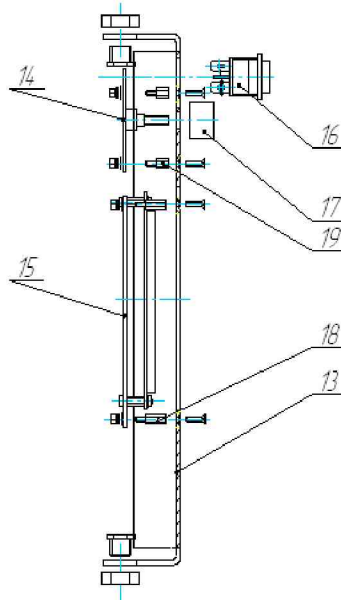
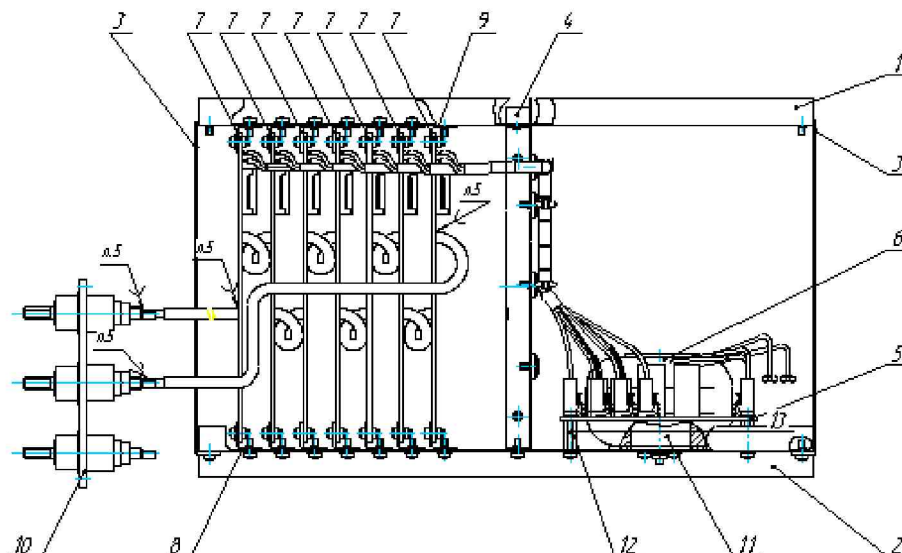
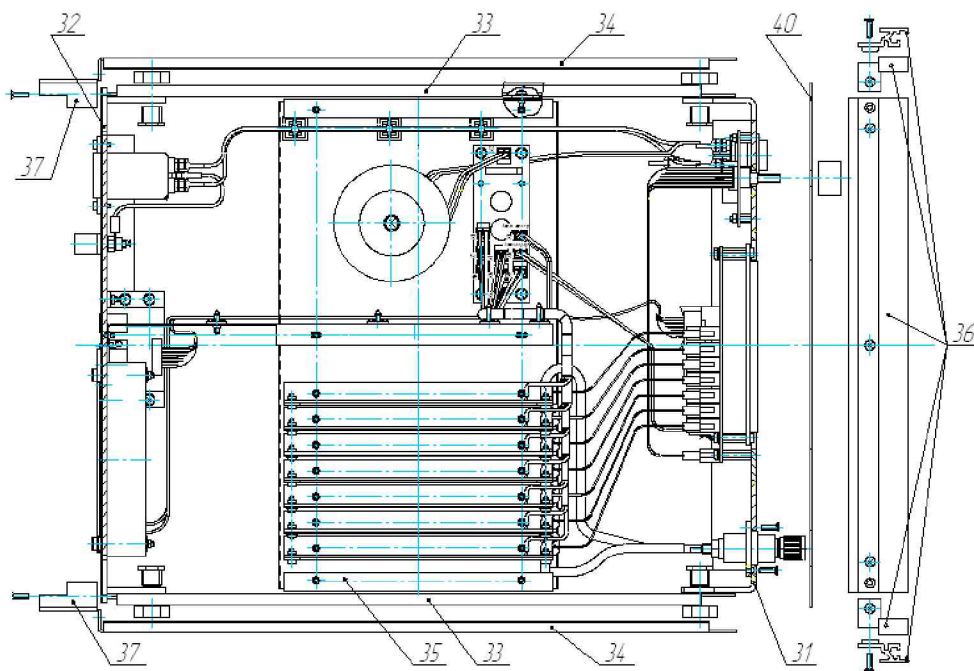

Рисунок 3.3 - Панель передняя блока базового
Рисунок 3.5 - Сборка блока монтажного блока базового
Рисунок 3.6 - Общая сборка блока базового
3.6.4.2 Сборка панели передней изображена на рис. 3.3.
3.6.4.4 Сборка монтажного блока изображена на рис. 3.5.
3.6.4.5 Общая сборка блока базового изображена на рис. 3.6.
Планка с клеммами поз. 10 (см. рис. 3.5) крепится к передней панели поз. 31 винтами (см. рис. 3.6).
Панель лицевая с клавиатурой поз. 40 крепится к панели передней поз. 31 декоративными планками поз. 36. Соединения винтовые. Шлейф клавиатуры соединён с платой энкодера поз.14 (см. рис. 3.3) через прорезь в передней панели поз. 31 (см. рис. 3.6).